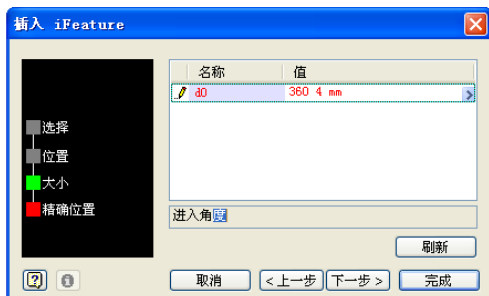

图 3-96 旋转“iFeature”
(5) 单击【下一步】按钮，此时的【插入 iFeature】面板如图 3-96 所示，可编辑 iFeature 的尺寸特征，用户可单击某个尺寸值然后输入新的数值即可。注意这里对 iFeature 的改变不会影响零件文件中的已经放置的 iFeature 引用，也不会修改源 iFeature 文件。